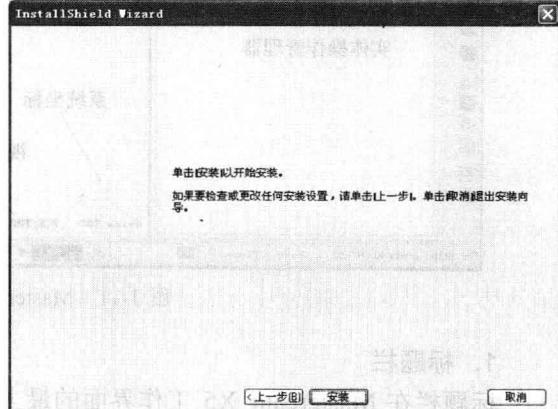

图 1-8 完成安装设置
(6) 弹出如图 1-8 所示的界面，用户可以单击【**上一步(B)**】按钮更改安装设置，此处单击**安装**按钮，进行安装。